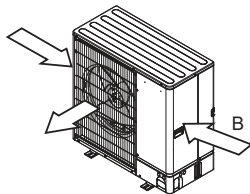

Fig. 2-5
- (3) Placera enheten så att luftutloppet blåser vinkelrätt mot vindens riktning. (Fig. 2-5)